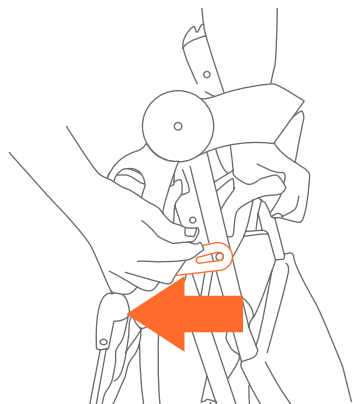

Fig. 21a
- 21) • Suelte el pestillo de pliegue, que se encuentra a la derecha del carrito (Fig. 21a).